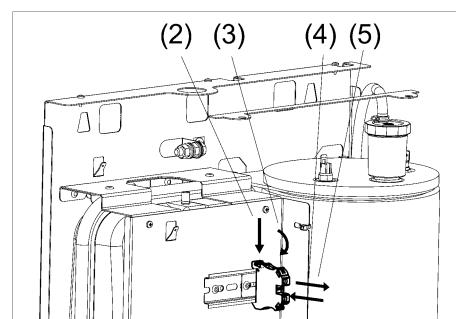

Рисунок 18. Замена клеммных колодок
- (1) Отсоедините провода от колодки, которую требуется заменить (см. рис. 18);
- (2) Используя плоскую отвёртку отогните “язычок” колодки во внешнюю сторону;
- (3) Поверните колодку на угол 10÷15°;
- (4) Снимите колодку с DIN-рейки;
- (5) Поставьте новую колодку на DIN-рейку взамен прежней;
- (6) Подсоедините к новой колодке отсоединённые провода.